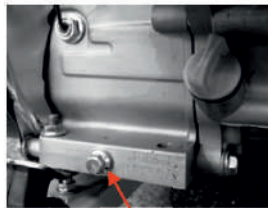

Рис. 18
3. Выкрутите сливной болт (Рис. 18, 19)